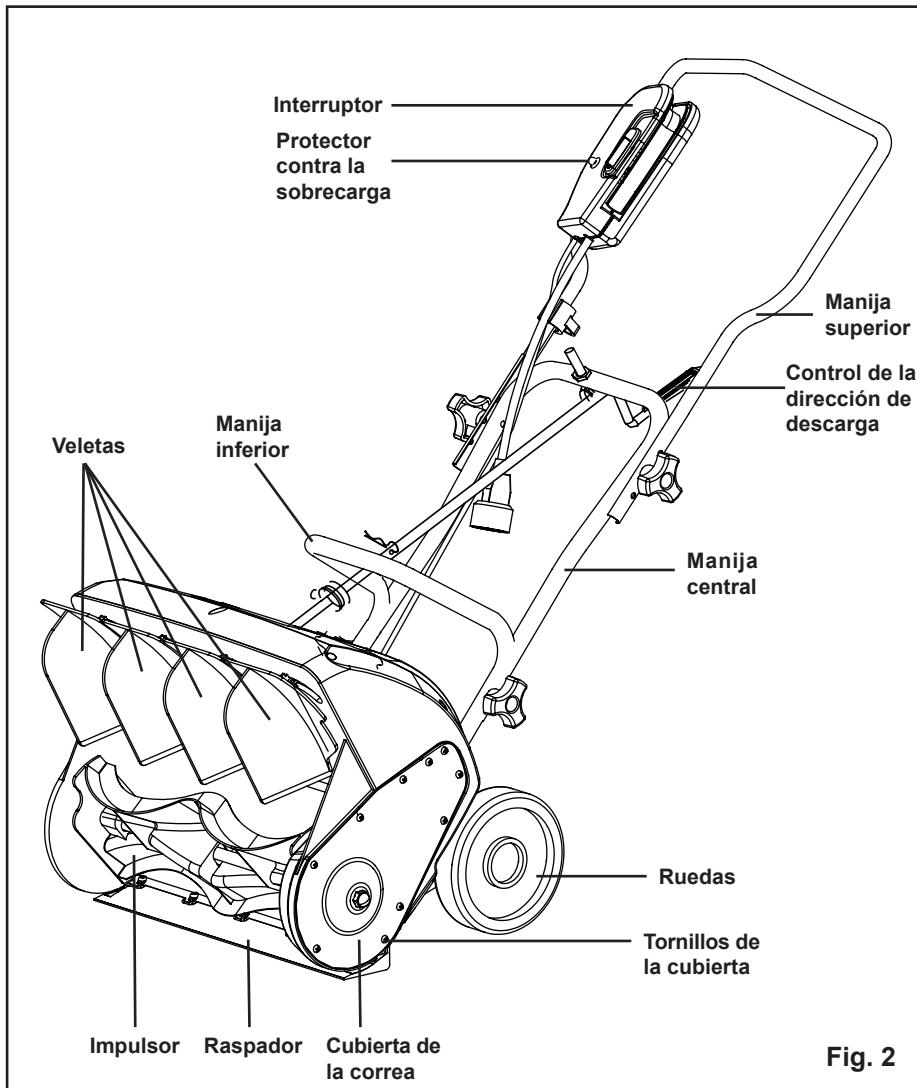

Fig. 2
Lea el manual del operador y las normas de seguridad antes de manejar la Lanzador de Nieve Eléctrico. Compare la ilustración en Fig. 2 con la podadora para familiarizarse con la ubicación de los diferentes controles y ajustes. Guarde este manual para referencia futura.
- Presione el interruptor de sobrecarga para restablecerlo. Continúe con el funcionamiento. (Fig. 2).